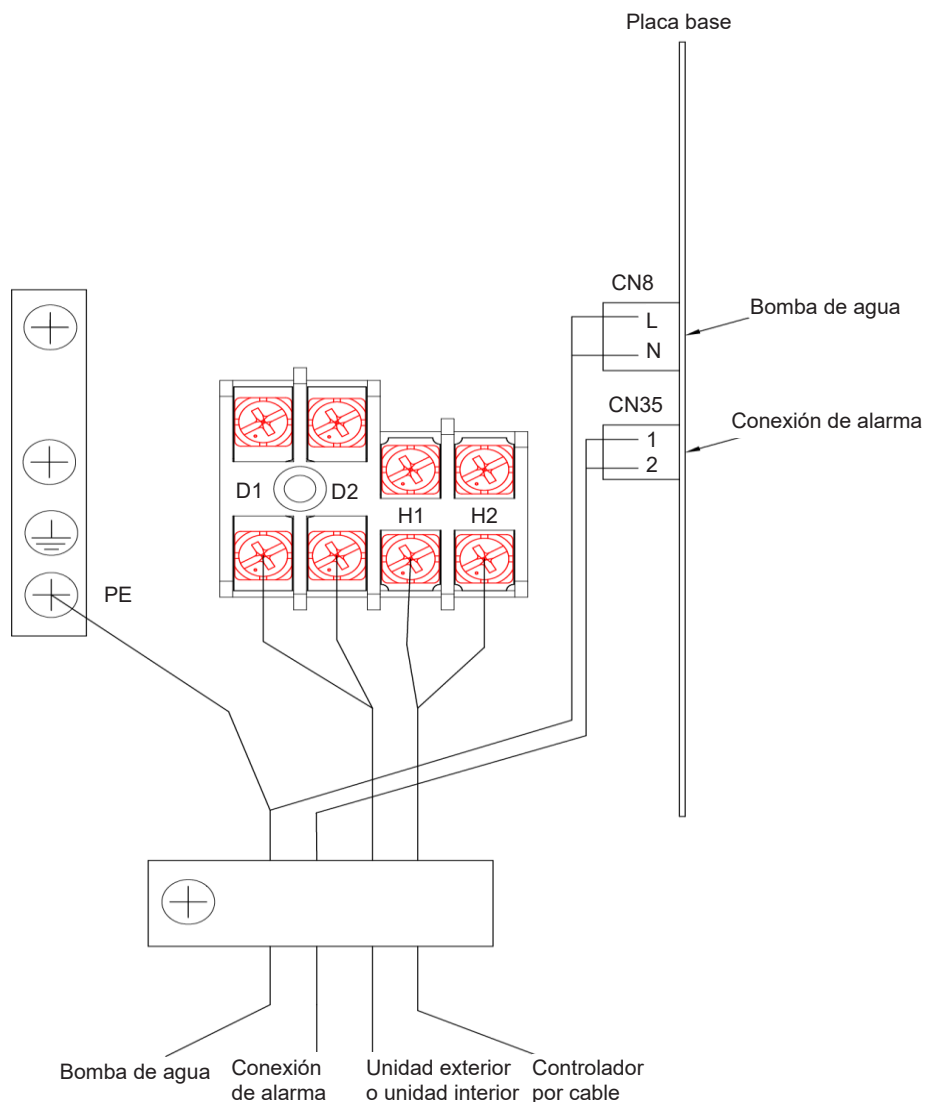

Fig. 5.7
- (1) Retire el panel.
- (2) Retire la cubierta de la caja de conexiones.
- (3) Conecte el cable de alimentación de la bomba de agua externa a las posiciones L y N del borne CN8 de la placa principal; conecte el cable de alarma de las posiciones 1 y 2 del borne CN35 (consulte la Fig.5.7).
- (4) Saque la abrazadera del cableado del paquete de accesorios. Extraiga la abrazadera del cableado original del cuadro eléctrico y fije el cable de alimentación y el cable de alerta con la nueva abrazadera.